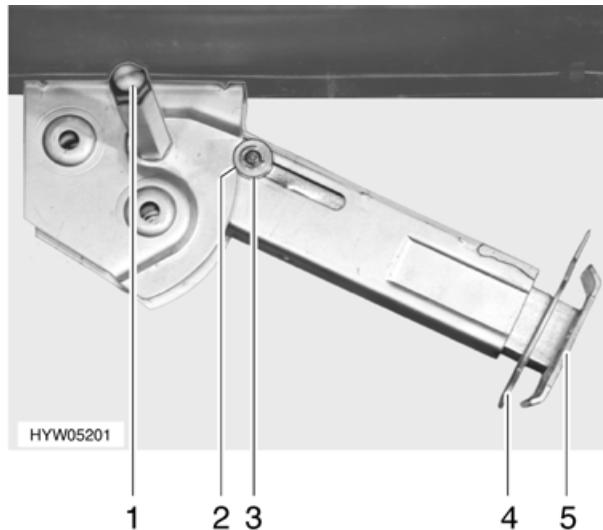

Bild 16 Hubstütze
- Am Sechskant (Bild 16,1) den Steckschlüssel aufstecken und drehen, bis die Hubstütze senkrecht nach unten steht.
- Splint (Bild 16,4) aus der Stützfußverlängerung (Bild 16,5) herausziehen.
- Am Sechskant (Bild 16,1) den Steckschlüssel aufstecken und drehen, bis die Hubstütze wieder vom Boden frei ist.
- Stützfußverlängerung (Bild 16,5) ganz einschieben und Splint (Bild 16,4) in vorgesehene Bohrung an der Stützfußverlängerung stecken.
- Mit Steckschlüssel am Sechskant (Bild 16,1) drehen, bis Hubstütze nach oben geschwenkt und die Führungsscheibe (Bild 16,3) vollständig in die Kerbe (Bild 16,2) eingefahren ist.
- ▷ Darauf achten, dass alle Hubstützen vollständig einklappt sind, dass alle Stützfußverlängerungen ganz eingeschoben und mit Splint (Bild 16,4) gesichert sind und dass bei allen Hubstützen die Führungsscheibe (Bild 16,3) in die Kerbe (Bild 16,2) eingefahren ist.